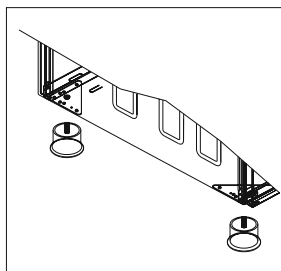
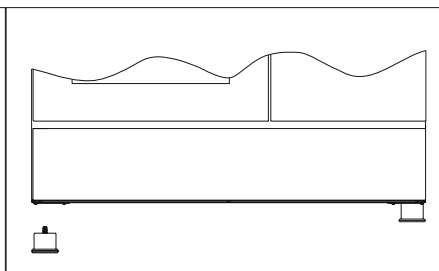

Рис.10
Рис.11
1. Рейка, на которую устанавливаются ножки, прикрепляется к днищу плиты, как показано на (рис.10). Гайки, установленный на рейках предназначены для установки ножек (рис.11). Завершите установку ножек, прикрутив их к гайкам.